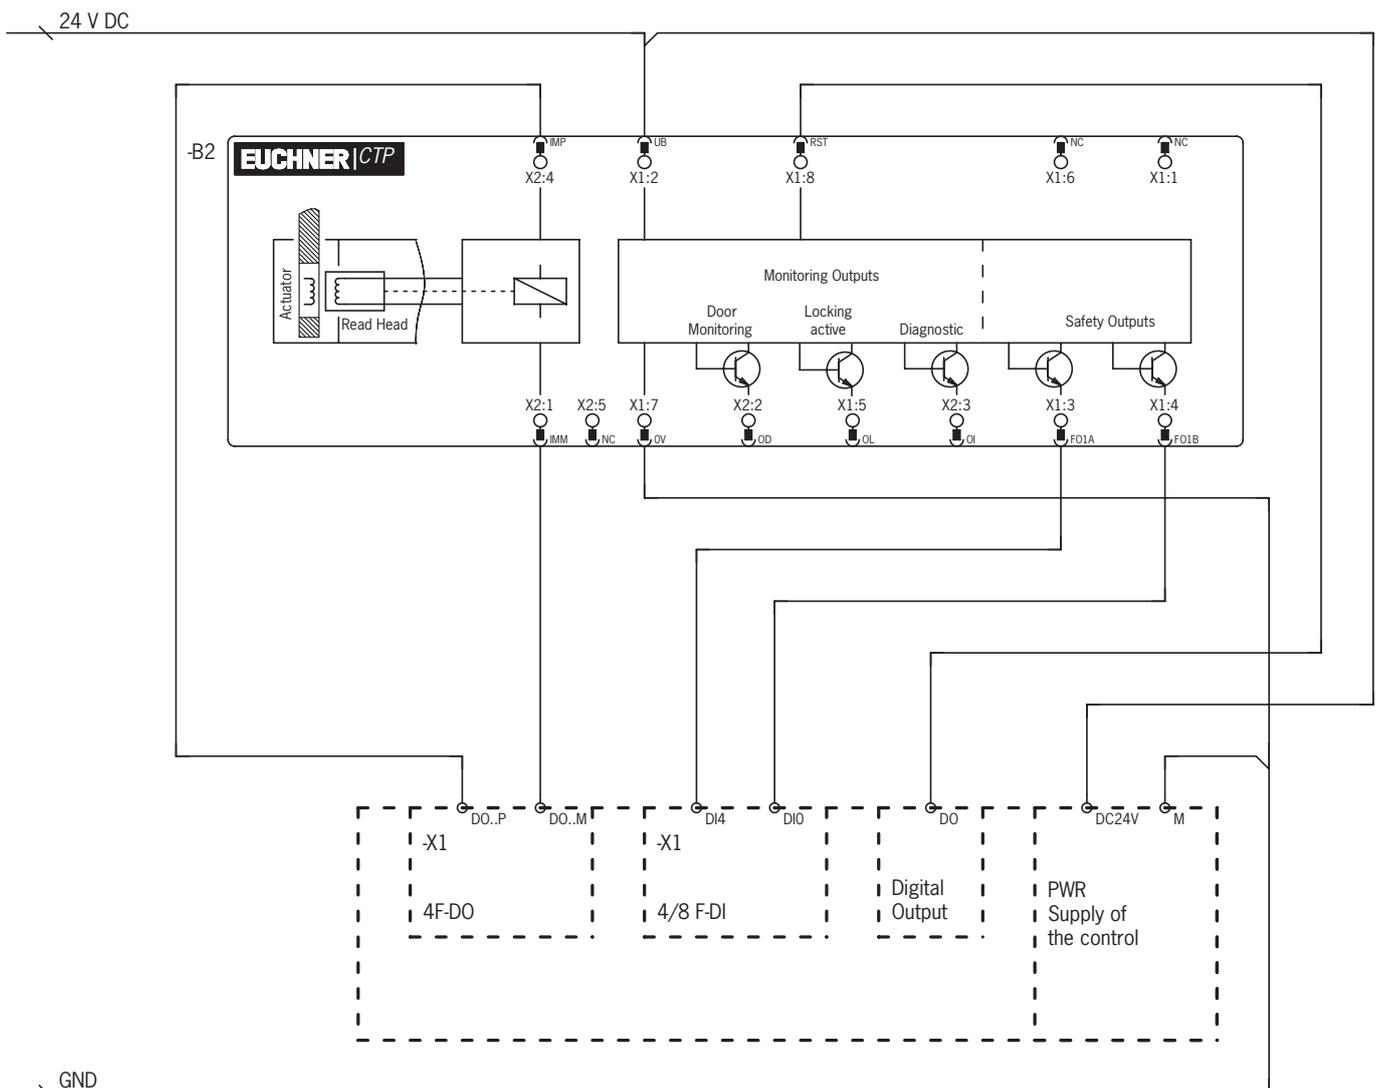

Figure 4 : Exemple de raccordement à ET200
- En cas de commande sur deux voies de la tension de l'électroaimant par des sorties de sécurité d'une commande / d'un automate, il convient de respecter les points suivants (voir aussi *Figure 4 à la page 17*) :